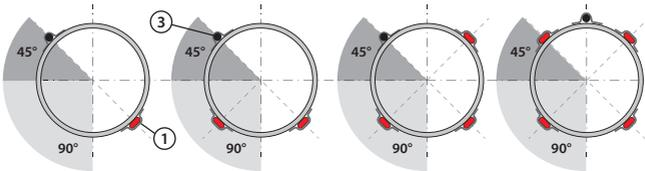

Рис. 2
5. Прямые линии и датчик должны быть установлены, как показано на рис. 2. Спиральные линии прикрепляются к трубе с помощью алюминиевой ленты на расстоянии приблизительно 1 м, как показано на рисунке.